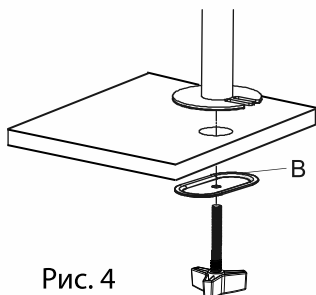

Рис. 4
4. Расположите стойку (а) над просверленным отверстием, приложите с обратной стороны вспомогательную пластину (В) на нижней стороне рабочей поверхности. Закрепите кронштейн винтом струбины, поворачивая ручку-барашек (рис.4).